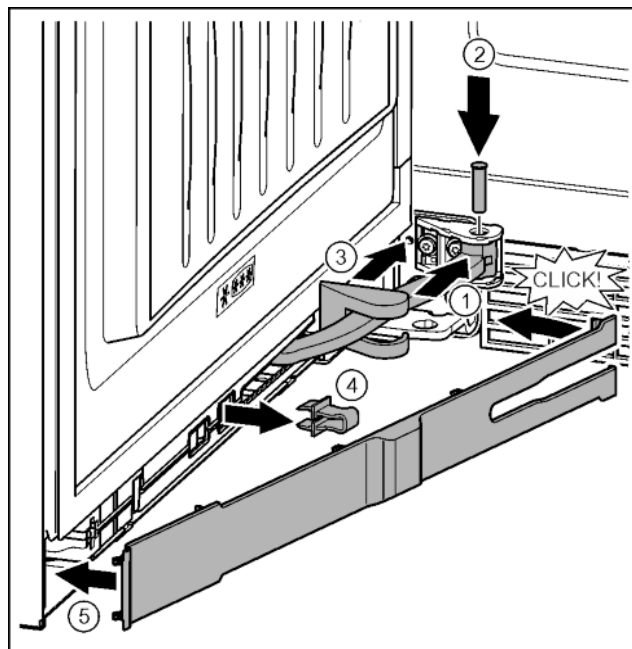

Fig. 38
- ▶ Scharnier in de ophanging draaien. Fig. 38 (1)
- ▶ Bout met een schroevendraaier T15 in de ophanging en het scharnier plaatsen. Opletten dat hierbij de vergrendelnok correct in de groef zit. Fig. 38 (2)
- ▶ Afdekking langs het scharnier schuiven en over de ophanging monteren. Fig. 38 (3)
- ▶ Borging verwijderen. Fig. 38 (4)
- ▶ Afdekking aan de kant van de greep aanbrengen en naar binnen draaien. Fig. 38 (5)